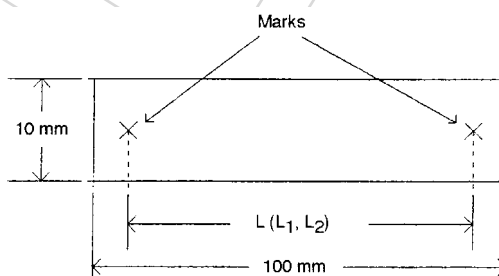

図 1
- 4.3 図 1 に示されているように、定規と卦書きツールを用いて、試料上にマークを書く。マークは、試料の各エッジに平行でなければならないし、また測定される距離 L は、試料の長手側面に平行でなければならない。マークは、試料端部の 5 mm 以内に配置する。
- 6.1 ガラス板の間に試料を置き、2 つのマーク間の長さ L_1 を拡大投影器で測定する(図 1 参照)。すべての試料について、この測定を繰り返す。